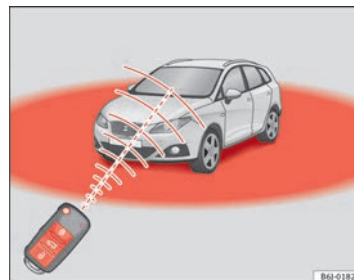

Fig. 47 Périmètre d'action de la radiocommande
D'autre part, le témoin de la pile de la clé $\Rightarrow$ fig. 47, clignotera.
- La radiocommande fonctionne uniquement lorsque vous vous trouvez dans son périmètre d'action ⇒ fig. 47.